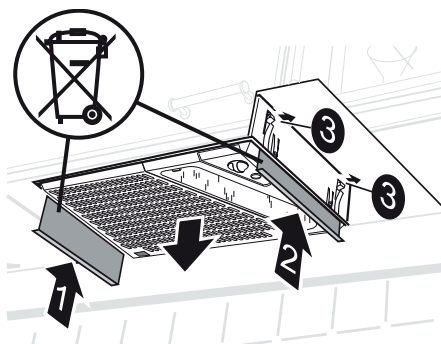

Fig. 16
Trykk demonteringsplatene (1 og 2) opp mellom kjøkkenhetten og innbyggingsrammen, slik at fjærene (3) frigjøres. Trekk kjøkkenhetten ned fra innbyggingsrammen, Fig. 16.